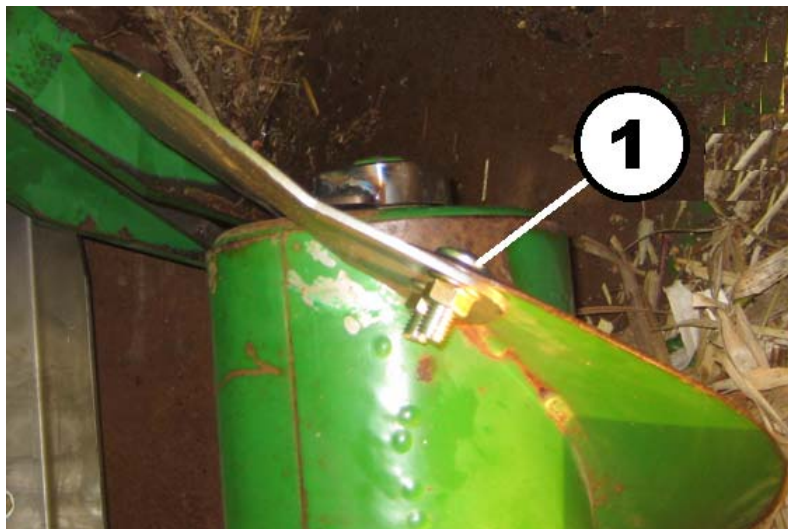

Figura 9. Instalación de la tornillería
Instalar dos (2) pernos de carruaje de 5/16 x 1 in. y dos (2) tuercas embridadas de 5/16 in. como se indica en la Figura 9. Apretar toda la tornillería adecuadamente.